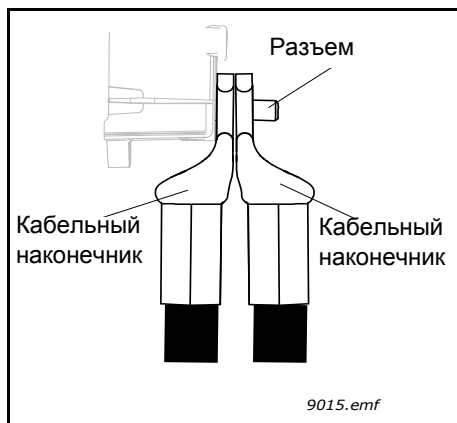

Рисунок 43.
- **ПРИМЕЧАНИЕ.** Если в одном разъеме используется несколько кабелей, следите за тем, чтобы кабельные наконечники располагались друг над другом. См. Рис. 43 ниже.